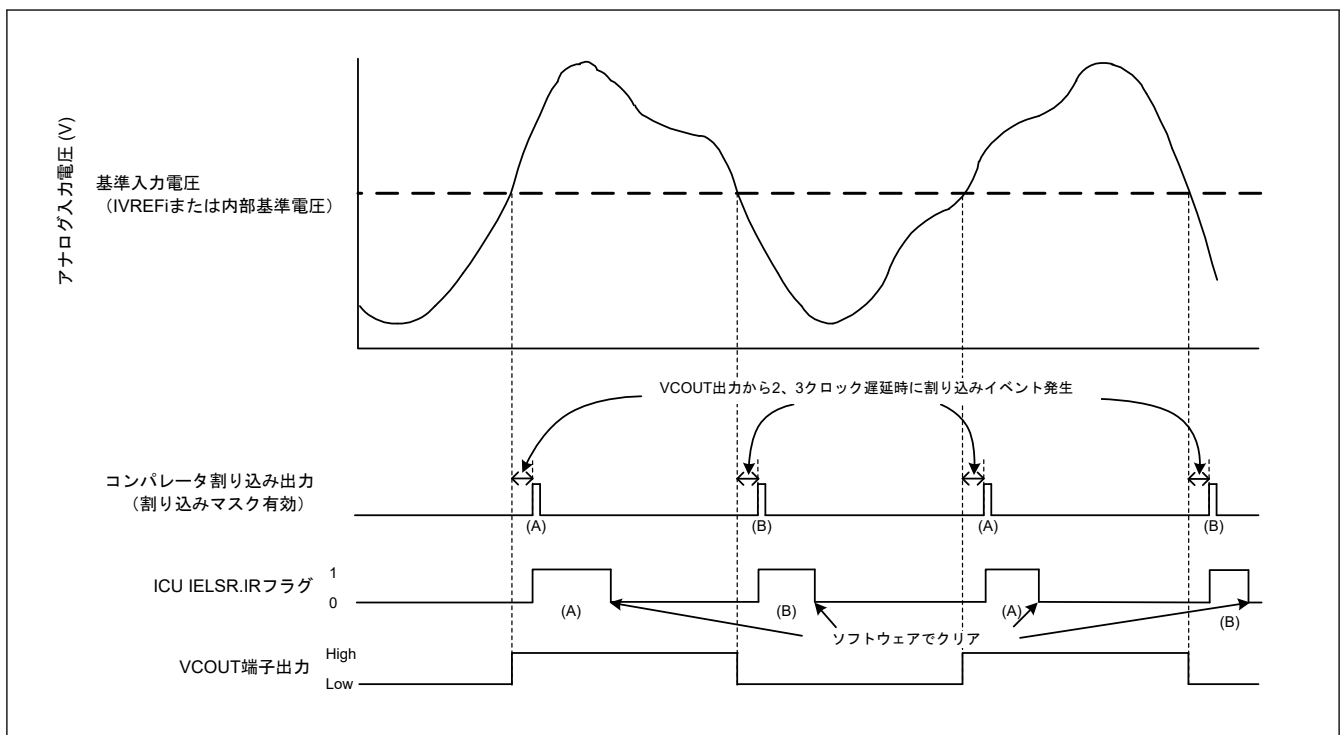
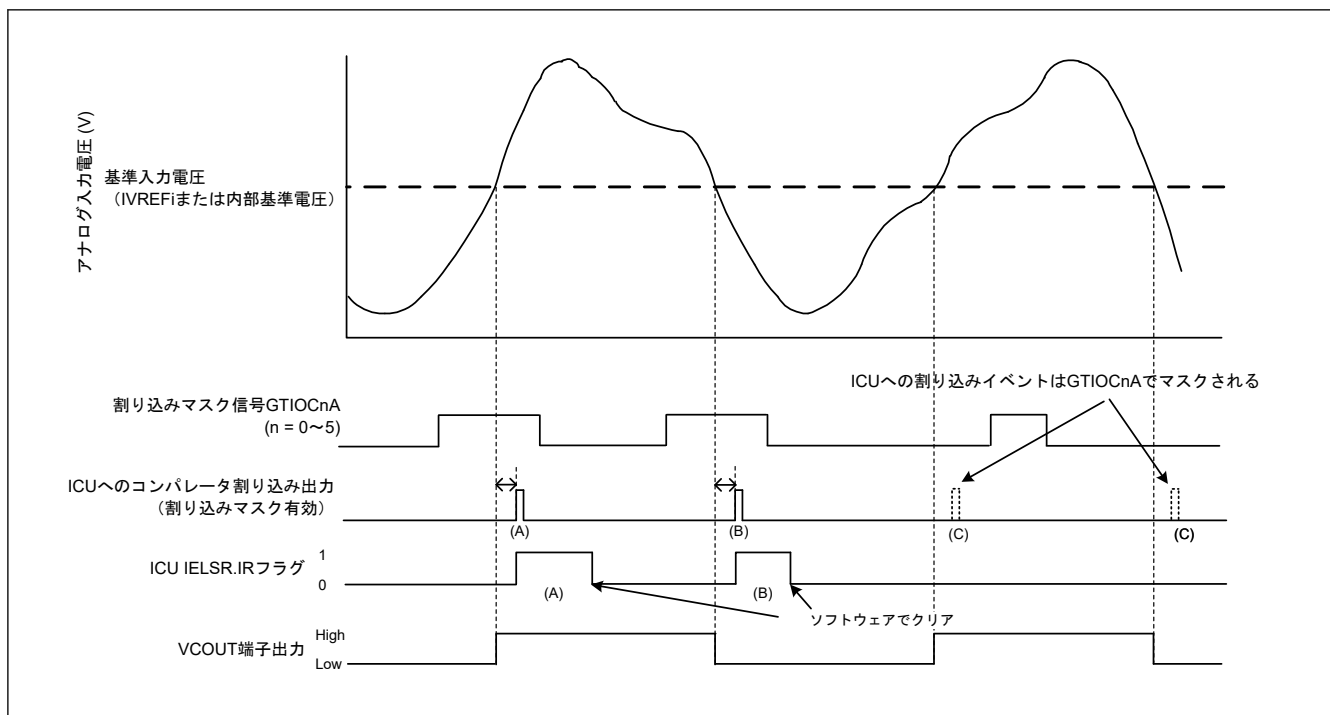

図 43.2 ACMPHS の動作例 (割り込みマスク機能無効)
図 43.3 ACMPHS の動作例 (割り込みマスク機能有効)
図 43.2 と図 43.3 に ACMPHS の動作例を示します。アナログ入力電圧が ACMPHS 基準入力電圧より高い場合は、VCOUT 出力が 1 になります。アナログ入力電圧が ACMPHS 基準入力電圧より低い場合は、VCOUT 出力が 0 になります。ACMPHS 出力が変化すると、割り込み要求と ELC イベントが出力されます。
図 43.2 は CPOE = 1 (端子出力有効)、CDFFS[1:0] = 00b (フィルタを使用しない)、かつ CEG[1:0] = 11b (両エッジ検出を選択) の場合の例です。CINV = 0、CEG[1:0] = 01b (ACMPHS からの非反転出力信号用に立ち上がりエッジ検出を選択) の場合、IELSR.IR フラグは (A) で示されるように変化します。CINV = 0、CEG[1:0] = 10b (ACMPHS からの非反転出力信号用に立ち下がりエッジ検出を選択) の場合、IR フラグは (B) で示されるように変化します。CPOE = 1 の場合、VCOUT は直接出力します。
図 43.3 は CPOE = 1 (端子出力有効)、CDFFS[1:0] = 00b (フィルタを使用しない)、かつ CEG[1:0] = 11b (両エッジ検出を選択) の場合の例です。CINV = 0、CEG[1:0] = 01b (ACMPHS からの非反転出力信号用に立ち上がりエッジ検出を選択) の場合、IELSR.IR フラグは (A) で示されるように変化します。CINV = 0、CEG[1:0] = 10b (ACMPHS からの非反転出力信号用に立ち下がりエッジ検出を選択) の場合、IR フラグは (B) で示されるように変化します。
ICU/ELC への割り込みイベントは GPT 出力 (GTIOC*n*A ($n=0\sim 5$)) によりマスク可能であり、CPINTCTL.MSKE ビットと CPMSKCTL.MSKSEL[2:0]ビットで制御します。詳細は、図 43.3 を参照してください。